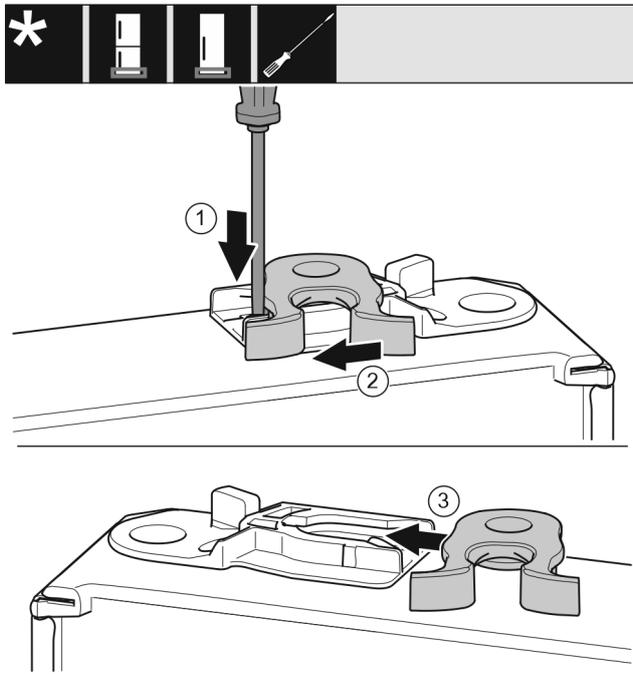

Fig. 39 *
- ▶ Spingere verso il basso la linguetta Fig. 39 (1) con il cacciavite a intaglio.*
- ▶ Estrarre il gancio di chiusura Fig. 39 (2) dalla guida.*
- ▶ Spostare il gancio di chiusura Fig. 39 (3) sull'altro lato nella guida.*